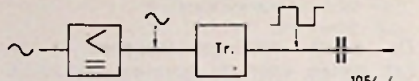

Fig.4 IMPULSVORMER MET GELIJKSPANNINGS-VOORVERSTERKER
c) De schakeling van b) kan gevoeliger worden gemaakt, door ervoor een gelijkspanningsversterker te schakelen (fig. 4).